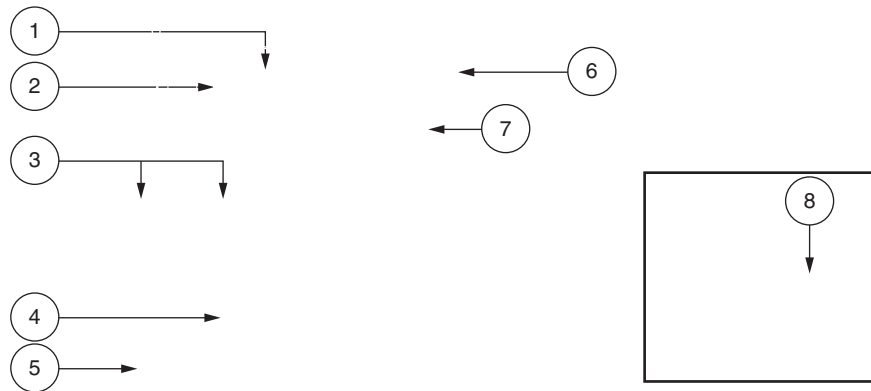

Bild 12. Einstellung der Rücken/Armlehnen
Falls Ihr Elektrorollstuhl mit einem Liegesitz ausgestattet ist, können Sie den Rücklehnenwinkel mit dem Lösehebel der Rücklehnen einstellen. **Siehe Bild 12.**
4. Heben Sie die Armlehne so, dass Sie senkrecht aufsteht. **Siehe Bild 12.**
1. Lockern Sie die beiden Feststellschrauben, die sich auf dem Griffstück der Armlehnen befinden. **Siehe Bild 12.**
3. Lockern Sie die Feststellschraube an der Steuerungshalterung. **Siehe Bild 12.**
5. Lösen Sie die Feststellschraube an der Unterseite jeder Armlehne. **Siehe Bild 12.**